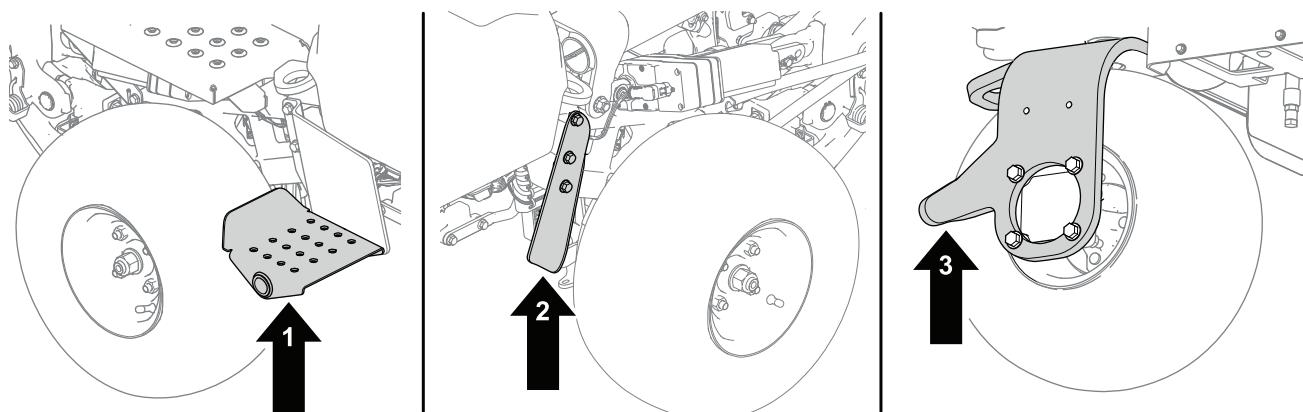

Figura 34
1. Posizionate un martinetto nel punto di sollevamento desiderato (Figura 34):